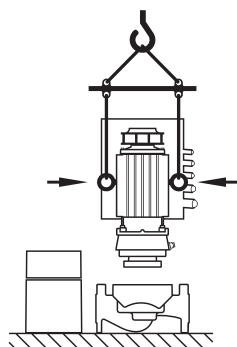

Fig. 9: 모터 운반
- 예를 들어 정비 작업 등과 같이 필요할 경우, 운반 고리를 모터 플랜지에서 모터 하우징 쪽으로 옮길 수 있습니다(예를 들어 Fig. 9참조). 운반 고리를 모터 하우징에 설치하기 전에 스페이스 홀더를 운반 고리용 오프닝(Fig. 7, 위치 20b)에서 풀어 빼십시오(단원 10.2.1 „미케니컬 씰 교체“, 46페이지 참조).
- 모터 플랜지의 운반 고리가 옮겨진 상태이거나 옮기는 경우 또는 모터 하우징에 부착되는 경우에는, 운반 고리는 모터 임펠러 유닛의 운반 및 지지에만 사용해야 하며(Fig. 9), 펌프 전체의 운반 또는 펌프 하우징에서 모터 임펠러 유닛을 분리하는 목적으로는 사용하지 말아야 합니다.